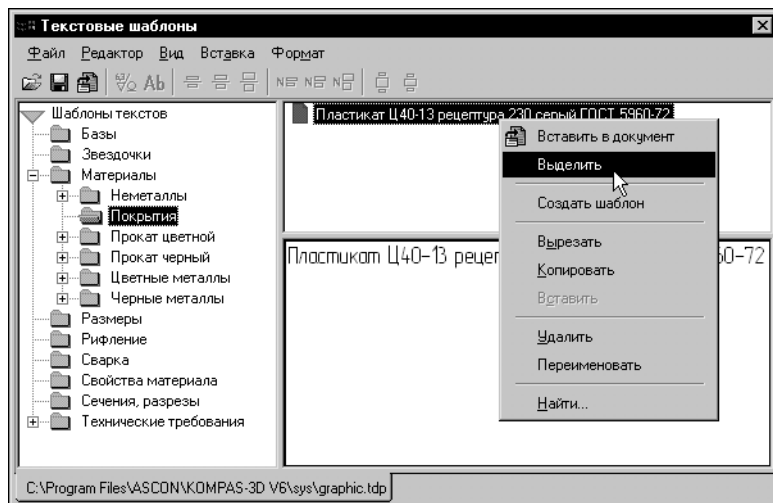

Рис. 35.6. Выделение шаблона
3.7. Щелкните правой кнопкой мыши по созданному шаблону (рис. 35.6) и вызовите из контекстного меню команду **Выделить**.